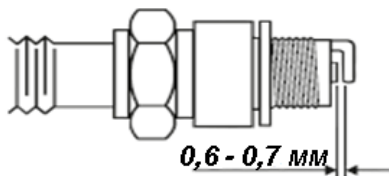

Рисунок 5. Величина зазору між електродами свічки запалювання.
5. Виміряти зазор між електродами у межах 0,6-0,7 мм (рис. 5).